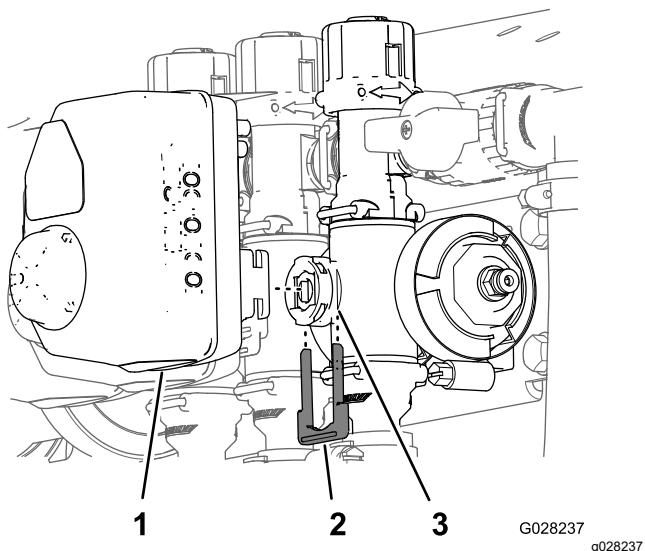

Bild 13
1. Entfernen Sie den Arretierbügel, mit dem der Aktuator am Verteilerventil für das Abschnittventil oder das Rührwerkventil befestigt ist (Bild 13).
8. Bringen Sie die unter Bild 13 entfernten Stellantriebe mit dem zuvor entfernten Arretierbügel wieder am Verteilerventil an.